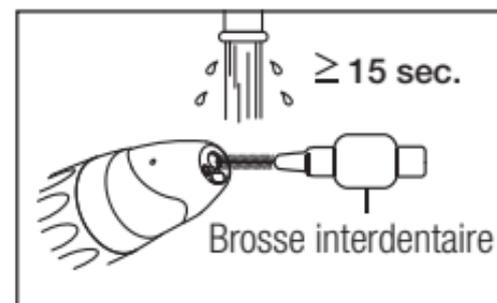

Fig. 14
- 2 Nettoyez autour de l'orifice d'insertion de la fraise pendant 15 secondes ou plus avec une brosse interdentaire (épaisseur de fil de 0,7 mm) conforme à la taille 4 selon la norme ISO 16409. (Fig. 14)